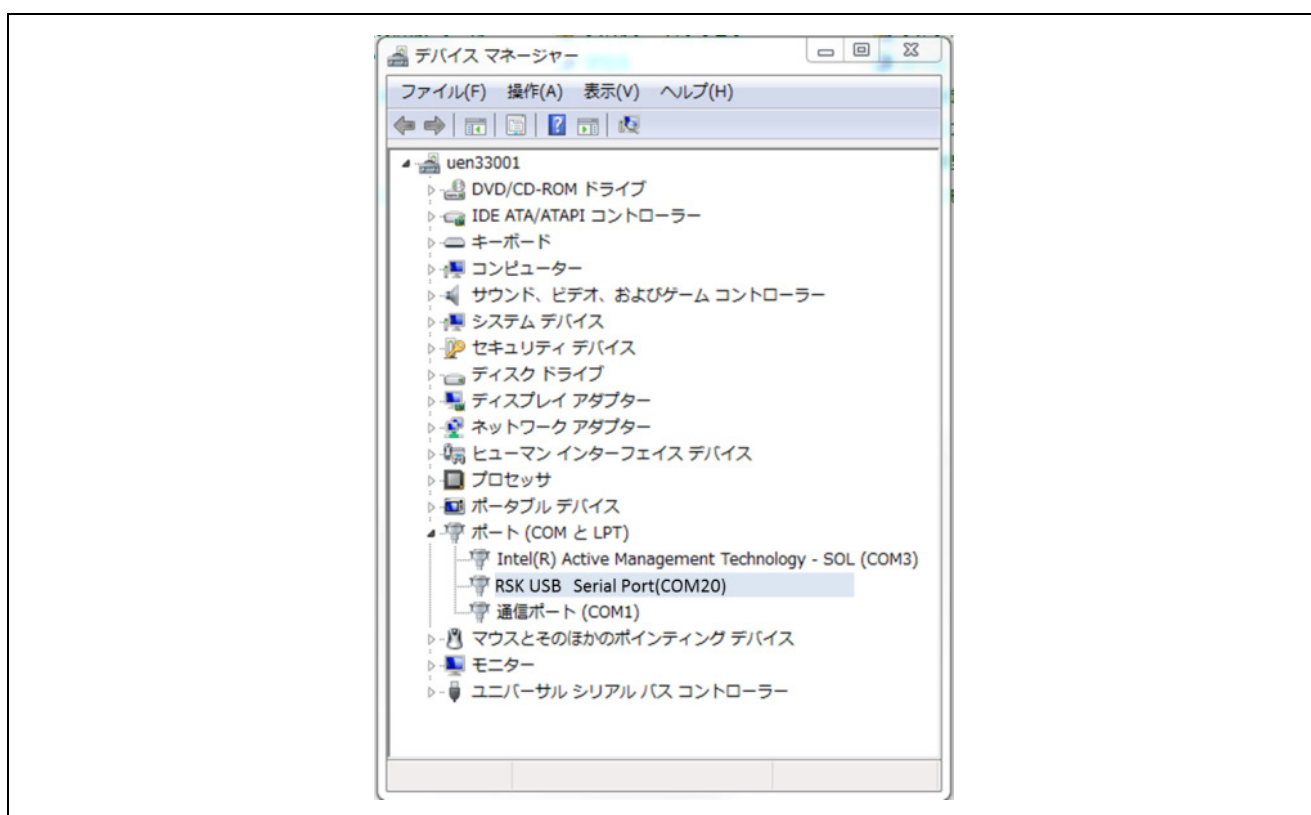

図 5.5 デバイスマネージャー画面
2. Windows PCにて「スタートボタン」→「コントロールパネル」(小さいアイコン表示)→「デバイスマネージャー」の順に選択し、「ポート(COMとLPT)」の項目をクリックしてください。ここでCOMポートが表示されます。再度確認する場合は、USBケーブルを接続し直してください。USBケーブルの接続/切断時、対応するCOMポート番号が表示/非表示されます。図5.5にUSBシリアル接続時のデバイスマネージャー画面を示します。